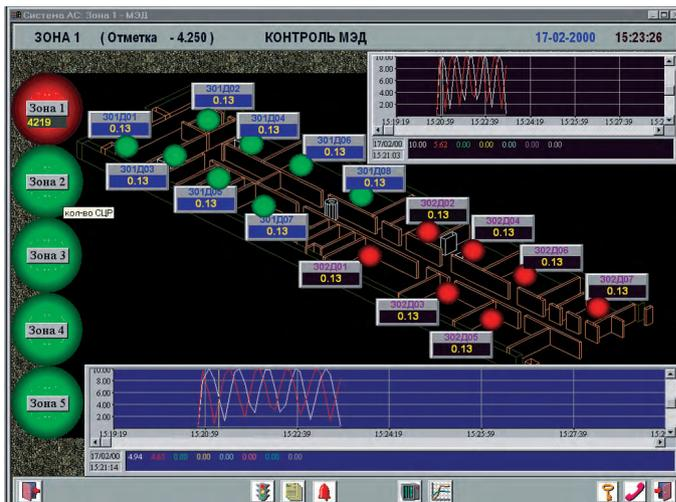

Рис. 5. Видеорады расположения ЯОЗ с цветовой индикацией обстановки
- объемные многоуровневые и разно-масштабные видеорады с местоположением ЯОЗ и цветовой индикацией возникновения СЦР и радиационной обстановки (рис. 5);